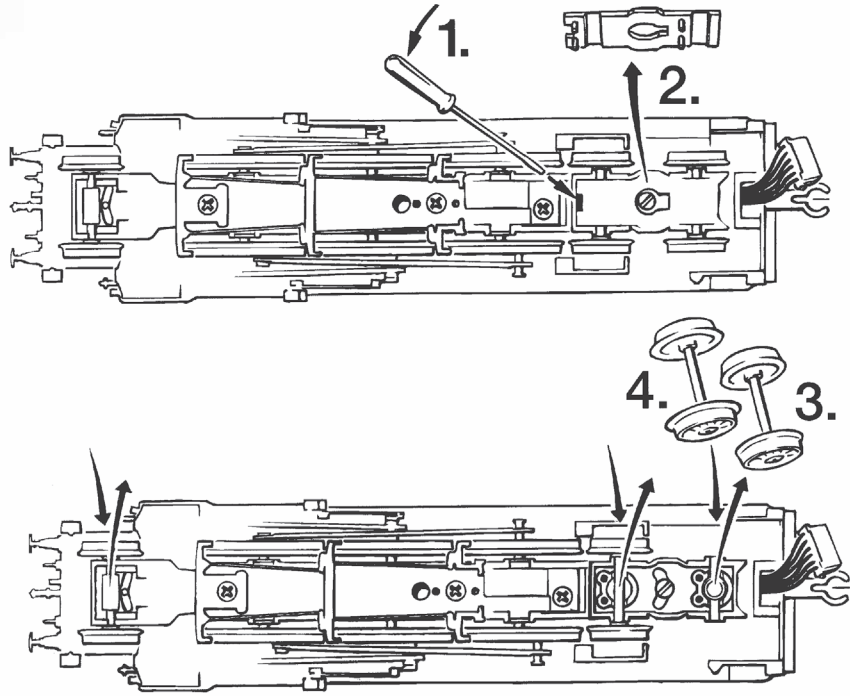

Fig. 6
**Mehrzugbetrieb:** siehe Fig. 6
**Running in digital mode:** see fig. 6
**Exploitation en télécommande multi-trains:** voir fig. 6.